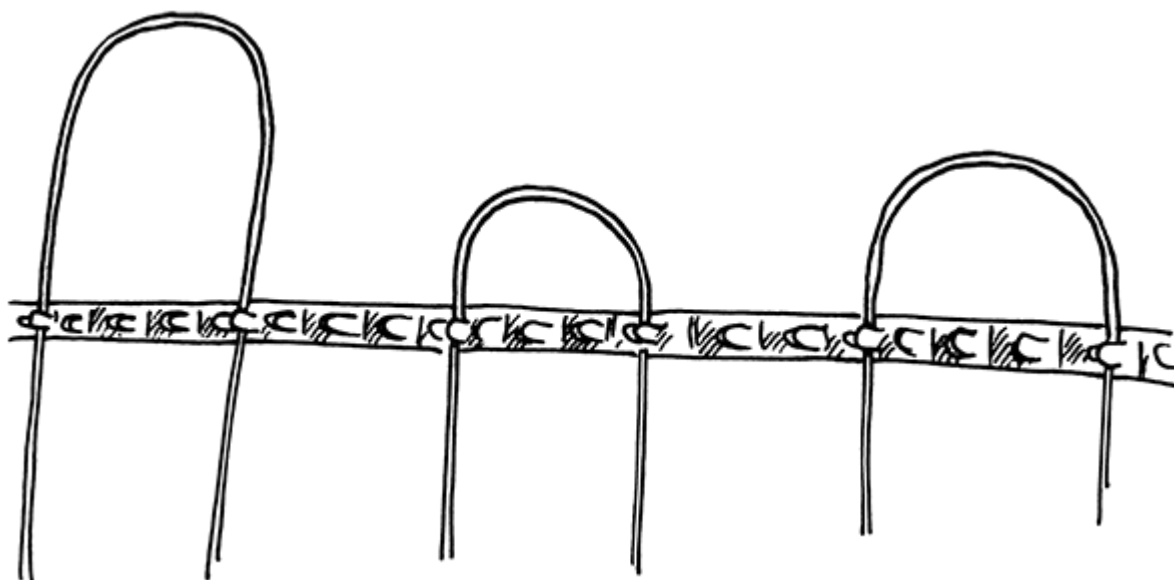

Рисунок 20. Укладка кабеля
3. Установка нагревательного кабеля. Прежде чем монтировать кабель, нужно проверить на отсутствие обрывов его электрическое сопротивление. Данный показатель должен быть равен указанному на этикетке. Кабель накладывают с соблюдением шагов укладки по направляющим, он должен быть слегка натянут, но без усилий (рис. 20).